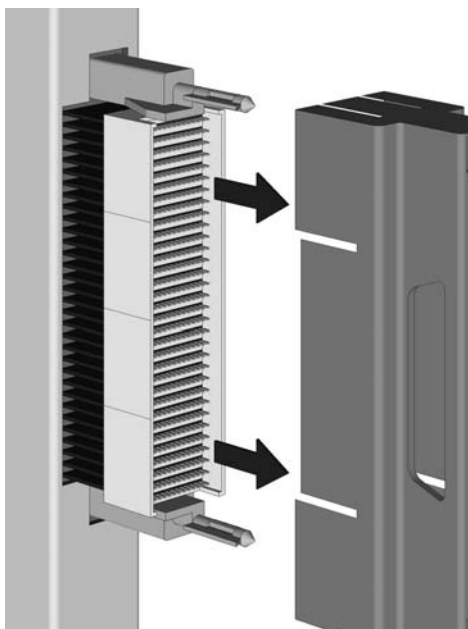

Figura 1-1. Remoción de la cubierta de la clavija
- 1 Retire la cubierta de la clavija del conector de clavijas en la parte trasera del módulo de transferencia, como se muestra en la Figura 1-1, Remoción de la cubierta de la clavija.